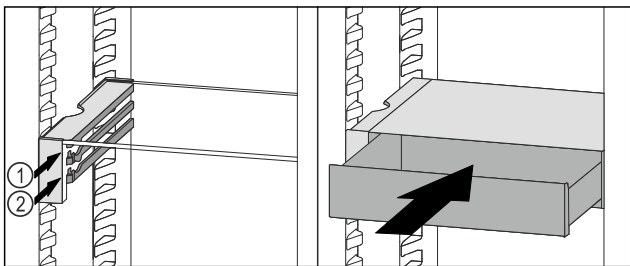

Fig. 108
- ▶ Поставете чекмеджето на VarioSafe зад ограничителите върху желаното ребро Fig. 108 (1) или Fig. 108 (2).